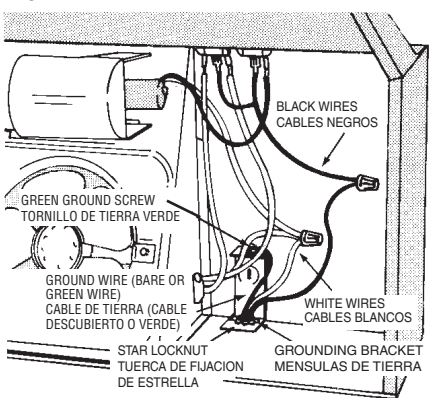

FIG. 12
- Install light (75 Watt maximum). For easier installation, squeeze plastic lens and remove it from hood. Remember to reinstall lens. (FIG. 12)
8. Instale el foco (máximo 75 watts). Para lograr una instalación más sencilla, presione los protectores plásticos y retirelos del extractor. Recuerde reinstalar los protectores. (FIG. 12)